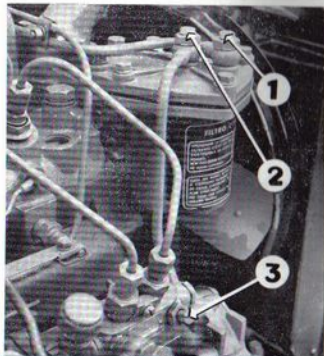
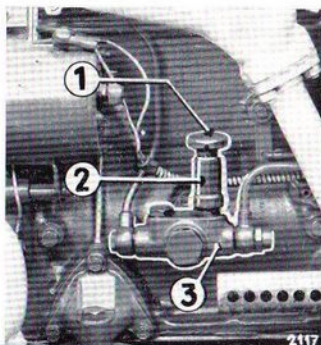

FIG. 10. — Purge d'air du filtre à combustible et de la pompe d'injection.
FIG. 11. — Pompe d'alimentation en combustible.
- a) Dévisser d'un tour la vis de purge d'air placée sur le raccord d'arrivée du gas-oil au filtre à combustible (1 fig. 10). Dévisser le chapeau de la pompe d'amorçage à main (1 fig. 11).
Recommencer l'opération pour la vis de purge du raccord de sortie du filtre à combustible (2 fig. 10).
- b) Dévisser d'un tour la vis de purge située sur la pompe d'injection (3 fig. 10) et actionner à nouveau le piston de la pompe à main. Dès que le combustible sortira sans bulles d'air, rebloquer la vis et après quelques coups supplémentaires de pompe, revisser à fond le chapeau de cette dernière afin d'éviter des entrées d'air sur la périphérie du piston qui n'offre qu'une sécurité relative au point de vue étanchéité.